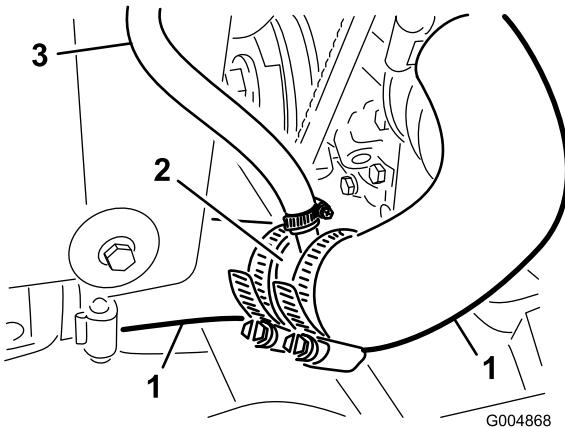
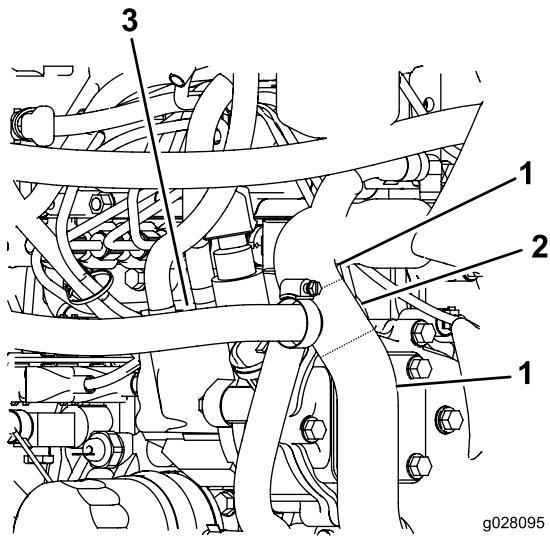

図 12
図 13
10. ホースにT字フィッティングを取り付けて図 12 および図 13 のようにホースクランプで固定する。
11. 戻り側ホースの未接続端を、ラジエターホースの新しいT字フィッティングに接続する図 12。